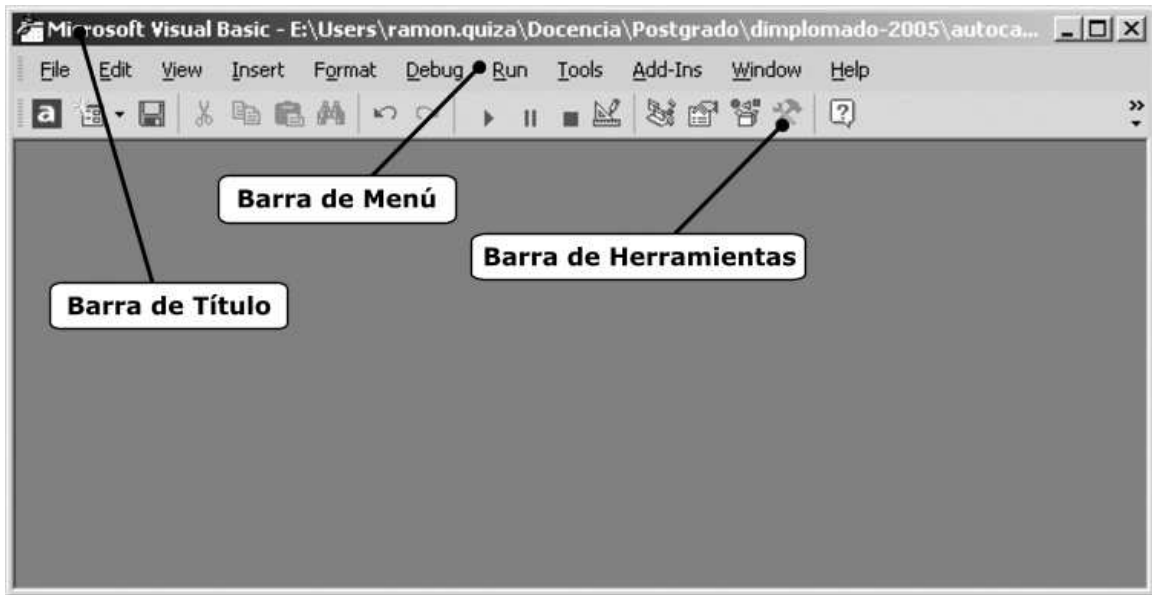

Fig. 2.2 – Ventana Principal.
La Ventana Principal (Fig. 2.2) se compone de los siguientes elementos:
- Barra de Herramientas: Está inmediatamente debajo de la barra de menú. Ofrece un conjunto de botones de comandos para acceder directamente a las opciones más utilizadas del programa. Cada acción se identifica con una imagen (ícono). La barra de herramientas mostrada en la Fig. 2.2 es la llamada “barra estándar” que aparece por defecto, pero también hay otras barras para usos específicos que pueden mostrarse mediante la opción *Toolbars* del submenú *View*.